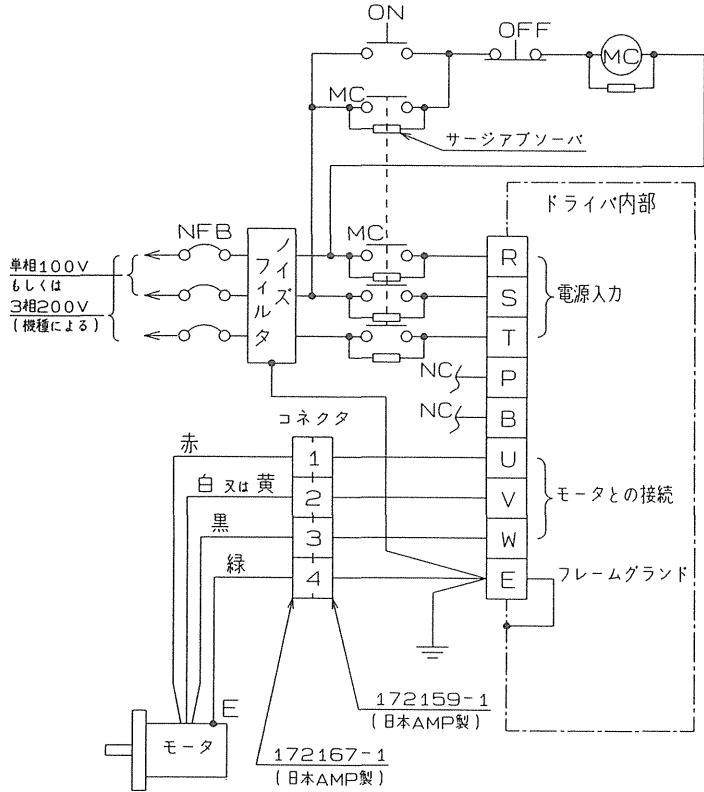

図1. 端子台への配線例
- (1) 図1の“端子台への配線例”に従って配線してください。
- (2) 配線用機器、使用電線等については、5-2項“配線用機器の選定”を参照してください。
- (3) 電源入力端子（R, S, T）とモータ用出力端子（U, V, W）を逆接続しないでください。
- (4) モータ用出力端子（U, V, W）を地絡させたり、互いに短絡させないでください。
- (5) 端子P, Bには通常何も接続しないでください。又電源投入時、P, Bには高電圧が印加されていますので触れないでください。